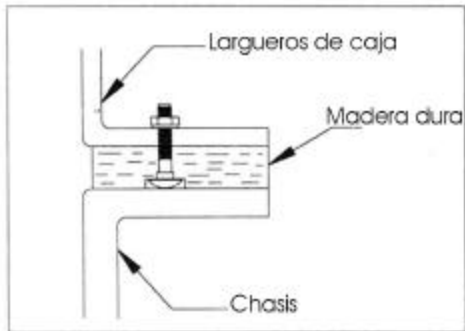

Figura 10: colocación de la tabla.
8. Calce con tablas de madera dura el lado inferior de los largueros del bastidor de la caja en las zonas donde éstos se apoyarán en el chasis cuando la caja esté completamente abajo (vea la figura 10).